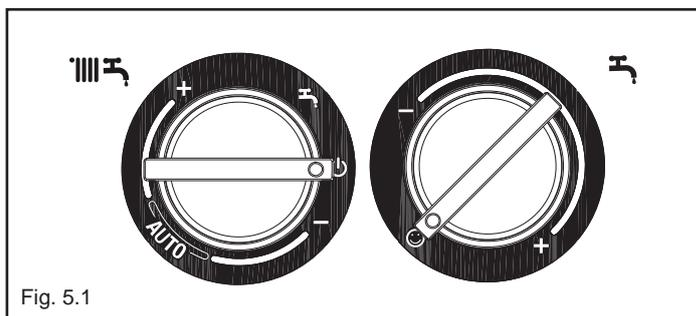

Fig. 5.1
- Portare il selettore di funzione su  per spegnere la caldaia (fig. 5.1)
- Ruotare il selettore regolazione temperatura acqua sanitario nella posizione ☺ (fig. 5.1)